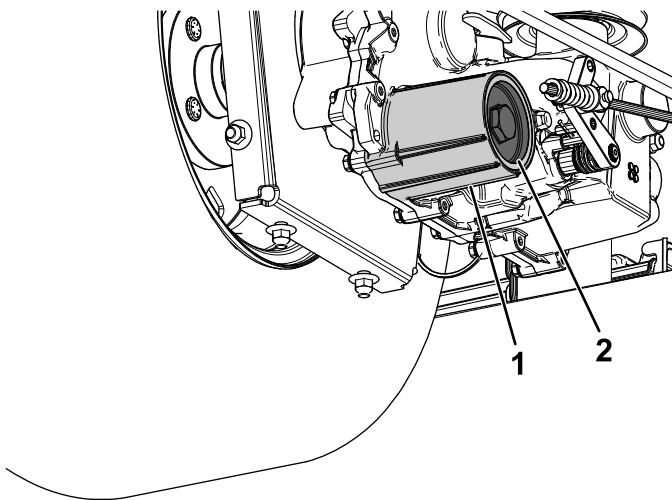

Figura 90
7. Retire la tapa del filtro de fluido hidráulico del transeje para vaciar el fluido (Figura 90).